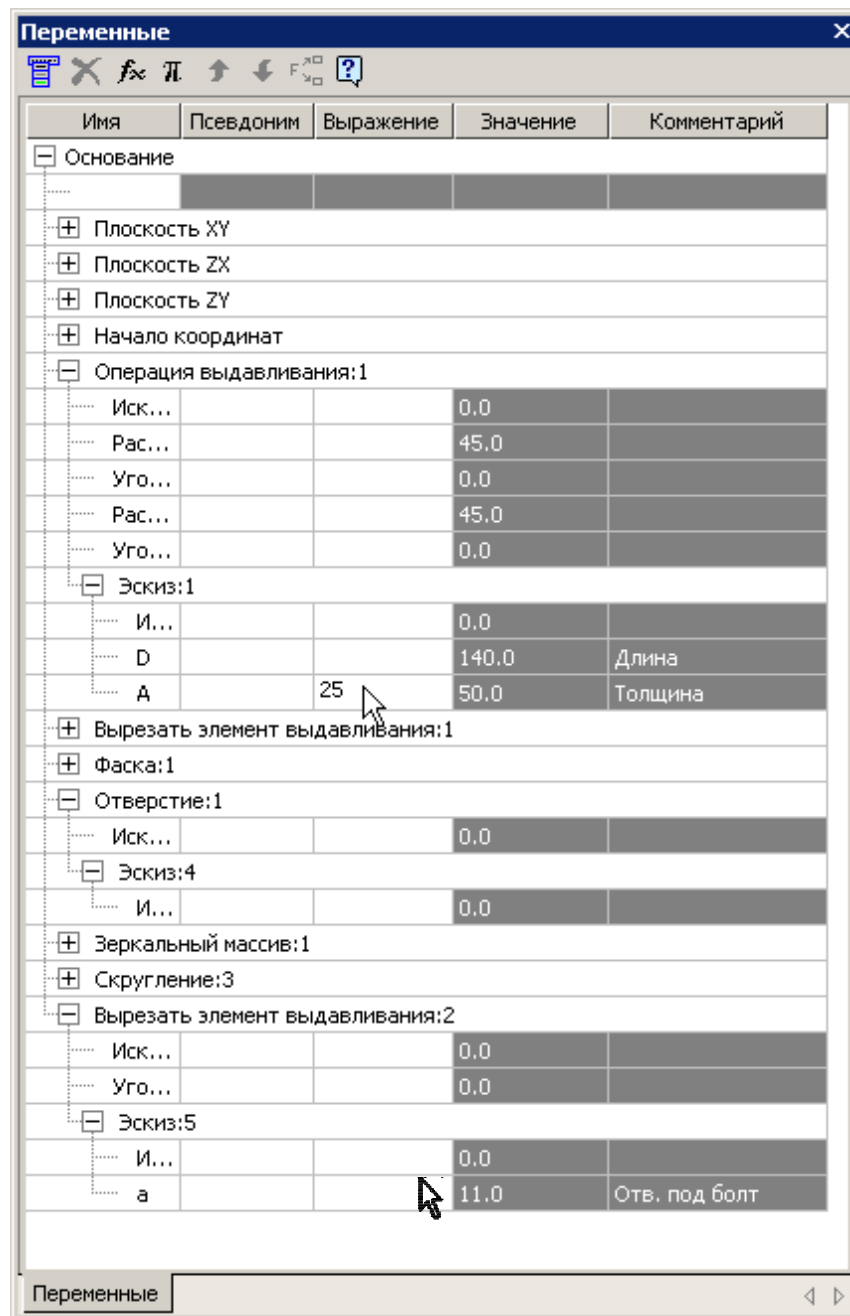

Рис. 4
• Откройте модель детали «Основание» и нажмите кнопку **Переменные**  на панели *Стандартная*.3 В открывшемся окне раскройте: **Операция выдавливания 1 – Эскиз 1**. В данной детали значение толщины «А» (переменная А) равно 50 мм, а должно быть «25». Чтобы изменить значение толщины установите курсор в графу «Выражение» и введите значение «25», рис. 4. Нажмите клавишу [Enter] и кнопку **Перестроить**  (или F5).